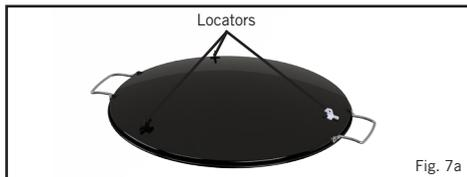

Fig. 7a
- Legg brennerfatet (F) på stamme og trefot.
- Til forberedelse av Skottel Braai til bruk plasseres den på brennerfatet (F) så alle tre posisjonspæler (V) (fig. 7a) passer til kanten på brennerfatet (F) og således sikrer stabilitet.